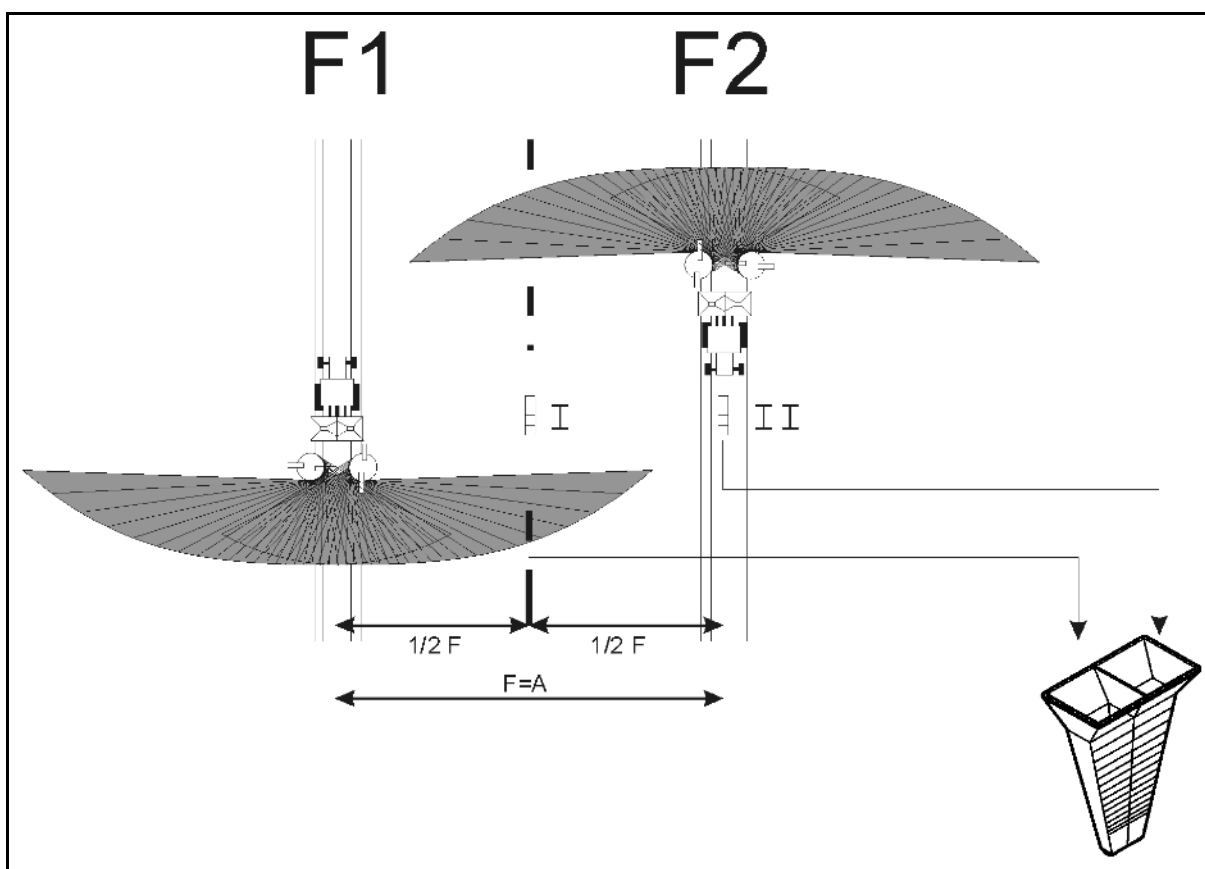
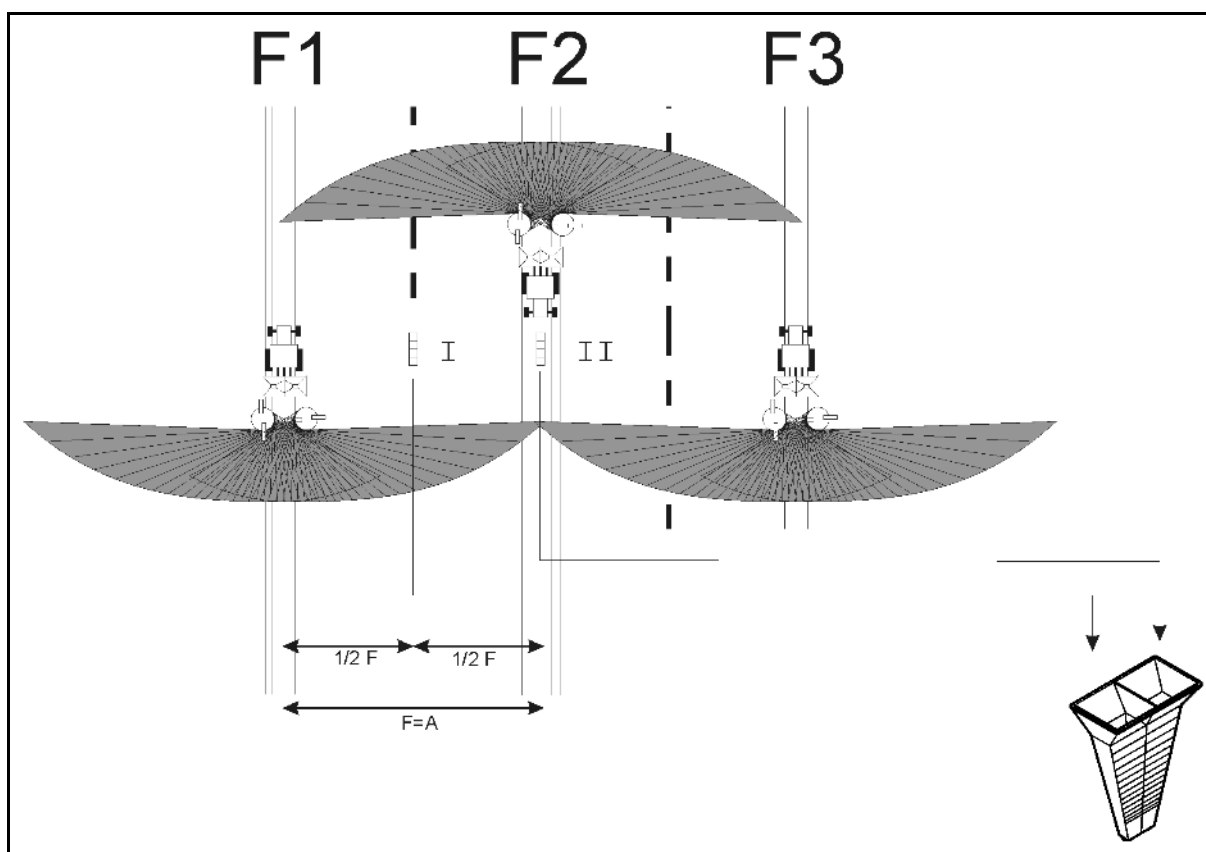

Рис. 1
Рис. 2
Благодаря последовательному расположению соответствующих 4 улавливающих лотков и параллельно в 4 ряда друг к другу получается лучший контроль поперечного распределения удобрений (Рис. 1). Путем смешивания соответствующих 4 собранных масс удобрений получается информативное среднее значение (Рис. 2).
Монтаж поддонов осуществляется на ровной поверхности по следующей схеме ufstellen (Fig. 1):
- 3.1 Если нет, проедьте только технологическую колею **F2** (Рис. 1).
- 3.2 Если да, проедьте технологическую колею **F2** и **F3** (Рис. 2).